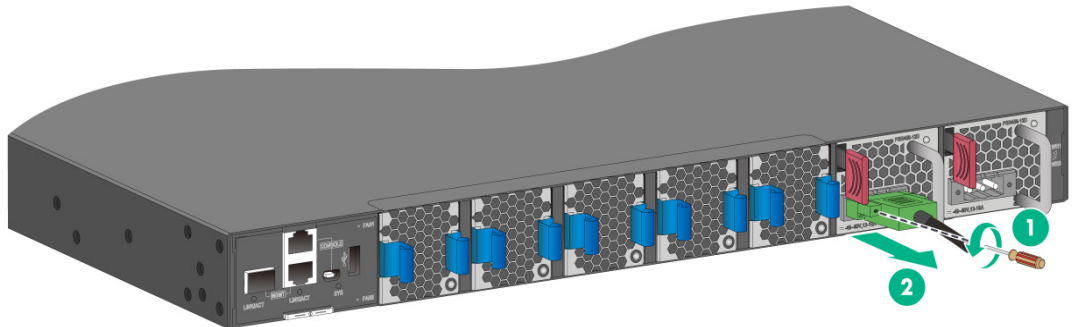

図 3-33 PSR450-12D1-N の取り外し
- 2) マイナスドライバーで電源コード接続部のネジをゆるめ、電源コードを抜きます。図 3-33を参照してください。
同時にスロットから電源モジュールを途中まで引き出します。電源モジュールをもう一方の底面で支えながら、スロットからゆっくりと引き出します。図 3-33を参照してください。